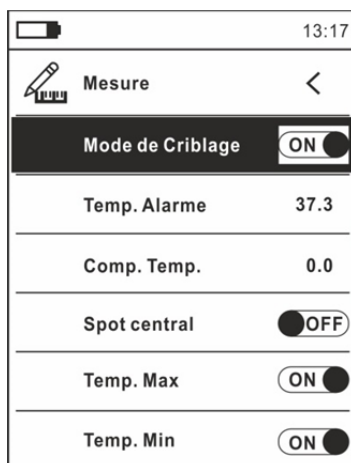

Fig. 5: Menu Mesure
4. Sélectionnez le mode "Criblage", réglez le seuil de température de l'alarme et activez l'affichage du curseur "S" (point central fixe) sur l'affichage dans le menu "Mesure" (voir § 5.2 – Fig.5)